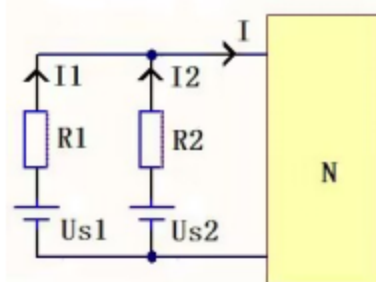

图 3
31.如图 3 所示电路中,已知: $U_{S1}=100V$, $U_{S2}=80V$, $R_2=2\Omega$, $I_1=4A$, $I_2=2A$, 试用基尔霍夫定律求电阻 R_1 和负载 N 消耗的功率。